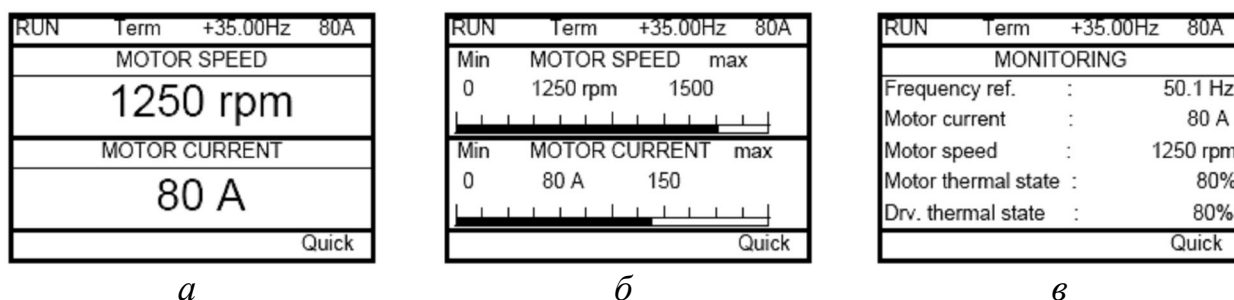

Рис. 2.4. Типы экрана отображения
- цифрового значения одной или двух переменных (рис. 2.4а);
- одной или двух индикаторных линеек (рис. 2.4б);
- списка из 5 переменных (рис. 2.4в).